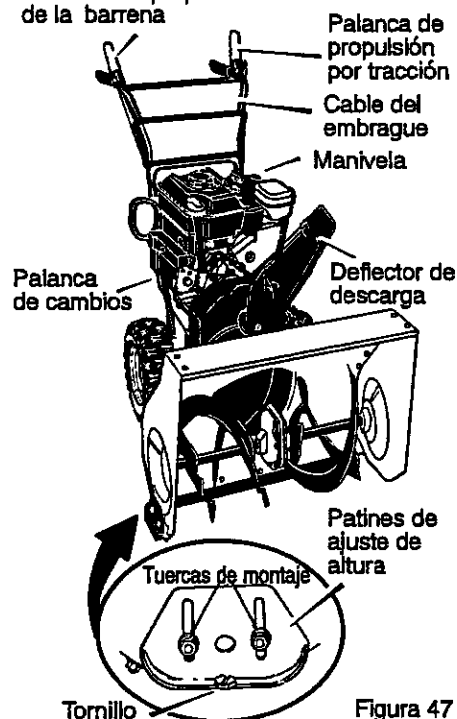

Figura 47
La Figura 47 muestra el quitanieves completamente ensamblado.
5. Para propósitos de envío, los patines de ajuste de altura, van sujetos a la plataforma de envío. Saque el tornillo que sujeta cada patín a la plataforma. Vea la Figura 47.